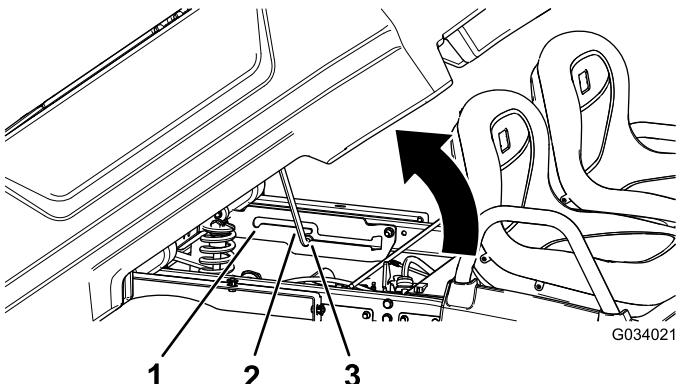

图 12
2. 将支撑杆拉入倾倒位置止动槽固定货斗以进行倾倒图 12。
2. 将支撑杆拉入维修位置止动槽固定货斗以进行维护图 12。
2. 将支撑杆拉出止动槽图 12。